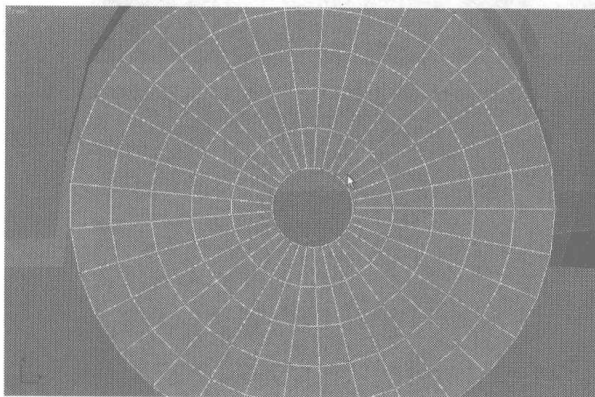
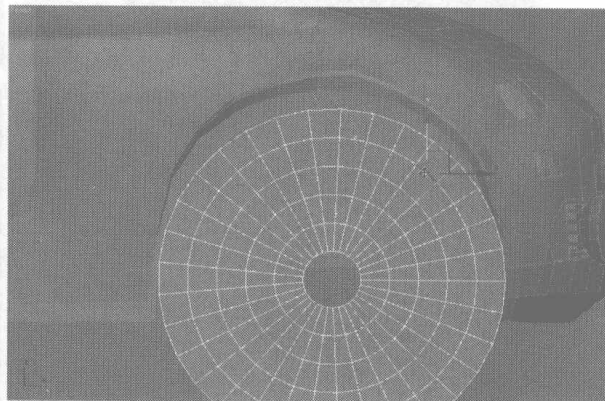
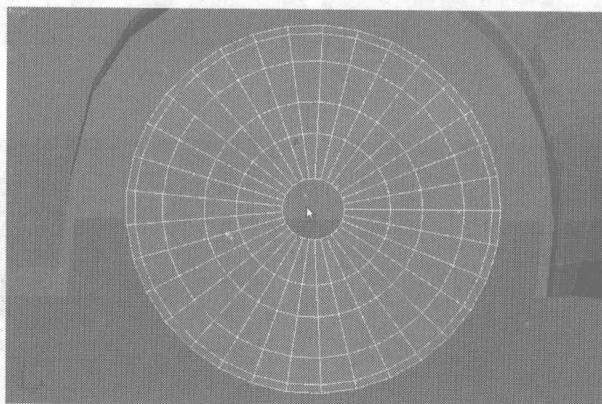

图 7.242
图 7.243
图 7.245
- 15** 选择圆面片中心的节点，按 Delete 键删除，如图 7.242 所示。选择环形的一条曲线，如图 7.243 所示。单击 **Loop** 按钮，或者按 Alt+L 快捷键，选择该曲线的同一环曲线，然后用缩放工具调整曲线位置，如图 7.244 所示。用同样的方法，调整曲线位置，如图 7.245 所示。